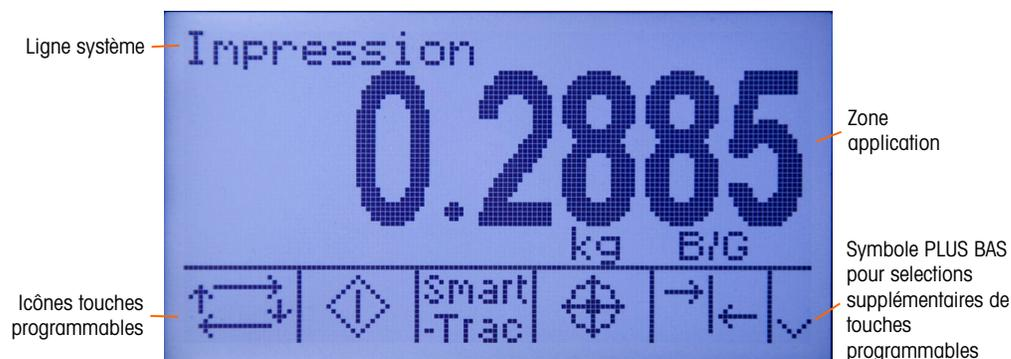

Figure 2-9 : Écran de l'opération de pesée par défaut, message système affiché
- G← IMPRIMER** Appuyez sur la touche de fonction de la balance IMPRIMER pour lancer une demande d'impression d'un modèle d'impression affecté. Une connexion d'impression Ethernet ou série doit être configurée pour lier un modèle ou un rapport au port Ethernet ou série sélectionné. La configuration est requise pour la connexion d'un modèle ou d'un rapport au port série ou Ethernet sélectionné et pour définir le rapport ou le modèle sélectionnés. Lorsqu'une commande d'impression est émise, le message « Impression » apparaît sur la ligne du système pendant 5^esecondes – voir la Figure 2-9.
L'écran d'accueil s'affiche lorsque le terminal est inactif (voir Figure 2-9). L'écran d'accueil est le seul qui permette à l'opérateur d'accéder aux touches programmables.